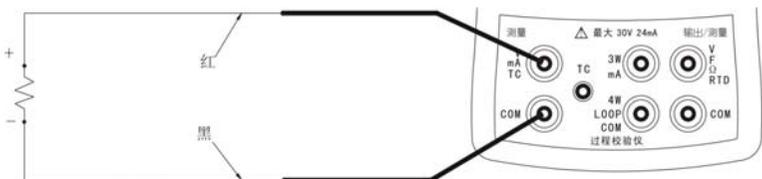

图 7 测量端测量电流
- (1) 按  直至屏幕上方显示“mA”。
- (2) 按图 7 方式连接校验仪。
- (3) 屏幕上方将显示正确的测量值。